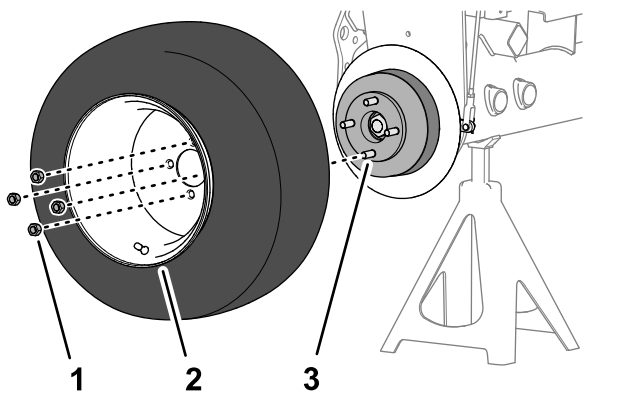

Figura 72
1. Monte a roda no cubo com quatro porcas de rodas (Figura 72) e aperte as porcas à mão.